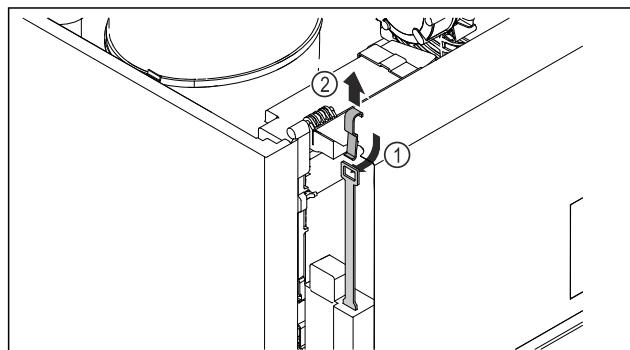

Fig. 209
- Εισαγάγετε το κλειδί έκτακτης ανάγκης από επάνω Fig. 209 (1), αγκιστρώστε το στην κλειδαριά και τραβήξετε το προς τα επάνω Fig. 209 (2).